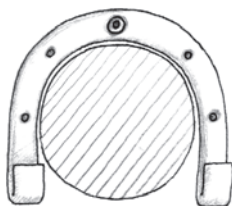

Рис. 12
6. Обогнуть полученную заготовку вокруг цилиндрической оправки диаметром около 20 мм (в качестве оправки можно использовать отрезок трубки, деревянную палочку, ручку отвертки и т.д.) (рис. 12).